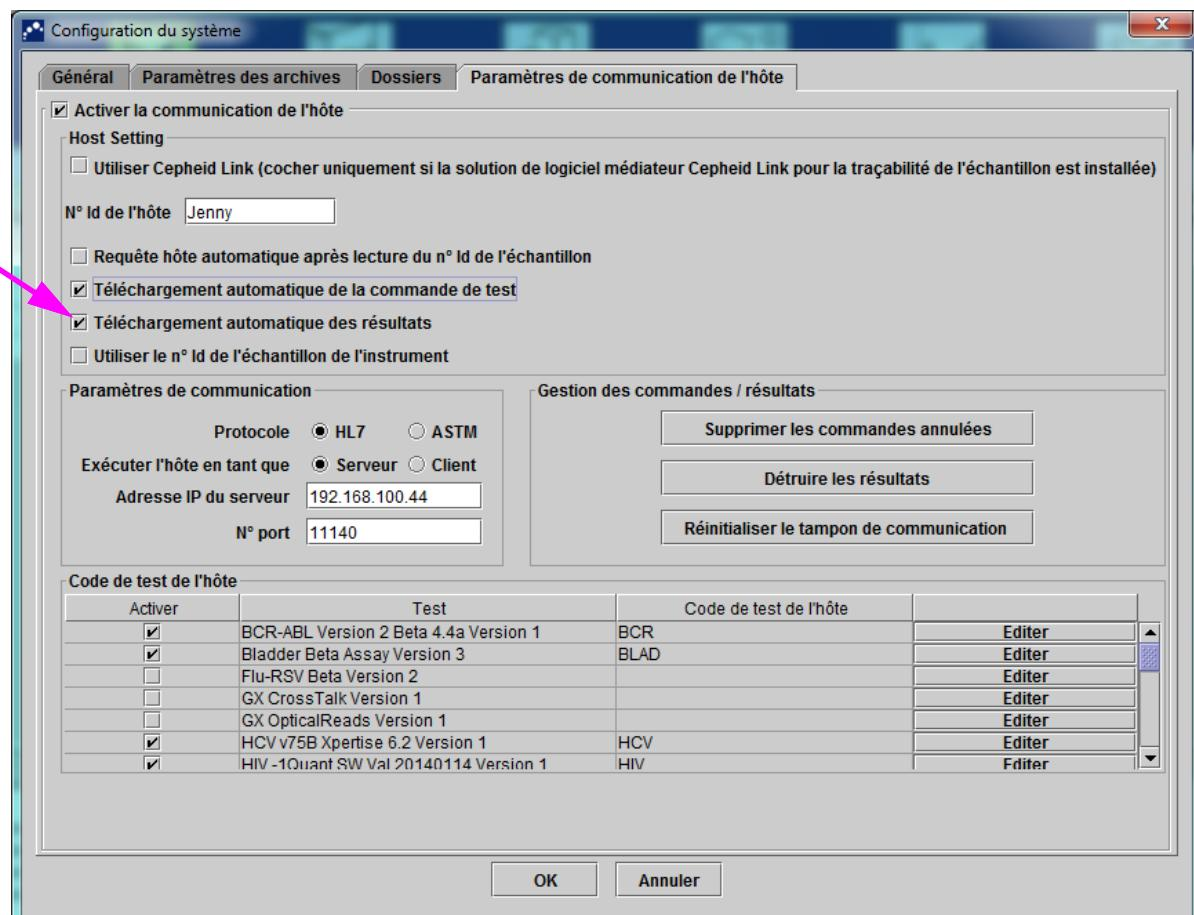

Figure 5-98. Téléchargement automatique des résultats
- Dans l'onglet **Paramètres de communication de l'hôte** de la boîte de dialogue Configuration du système, cliquez sur la case **Téléchargement automatique des résultats** pour que le résultat soit téléchargé dès que le test est terminé. Voir Figure 5-98.
1. Dans l'onglet **Paramètres de communication de l'hôte** de la boîte de dialogue Configuration du système, assurez-vous que l'option **Téléchargement automatique des résultats** est désélectionnée ou désactivée. Voir Figure 5-98.